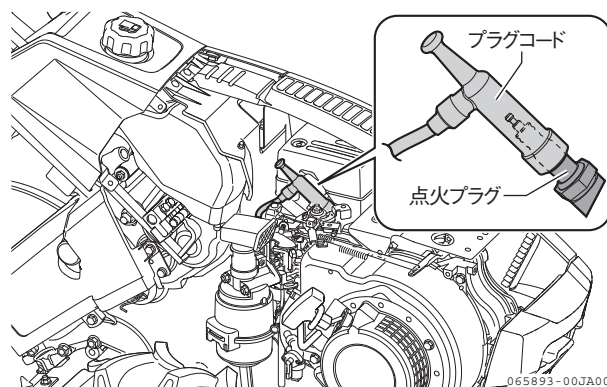

図 4-46 交換のしかた
7. 点火プラグを元通りに取り付け、プラグコードを確実に差し込みます。（図 4-46）